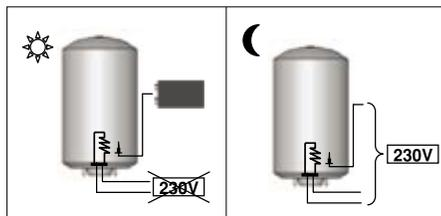

Рис. 12. Модель PROfessional TECH: источник питания в ночное время + аккумуляторные батареи
① Источник питания в ночное время + аккумуляторные батареи
- Нагревательный элемент: источник питания в ночное время (при особом или двойном тарифе на электроэнергию) (рис. 12).